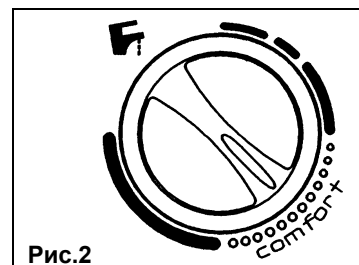

Рис.2
Газовый клапан оборудован электронной системой регулировки силы пламени, действующей в зависимости от положения регулятора температуры (6) и количества отбираемой из кранов воды. Эта электронная система позволяет поддерживать температуру выходящей из котла воды постоянной также и при малом количестве отбираемой воды. Для обеспечения энергосбережения и экономичного управления котлом мы советуем летом ставить регулятор температуры воды в положение "comfort-" (см. рис.2). Зимой можно увеличить температуру горячей воды по потребности.